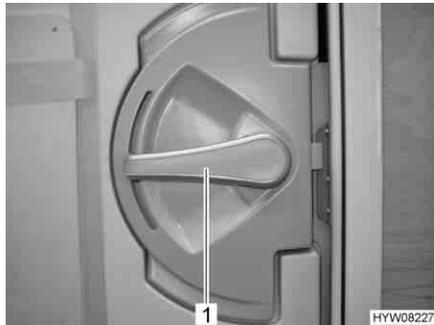

Fig. 30 Serrure de la porte cellule, à l'intérieur
- Ouvrir :* ■ Appuyer sur la poignée de la porte (Fig. 30,1) vers le bas.
- Verrouiller :* ■ Tourner la poignée de la porte (Fig. 30,1) d'env. 45° vers le haut et la laisser dans cette position.